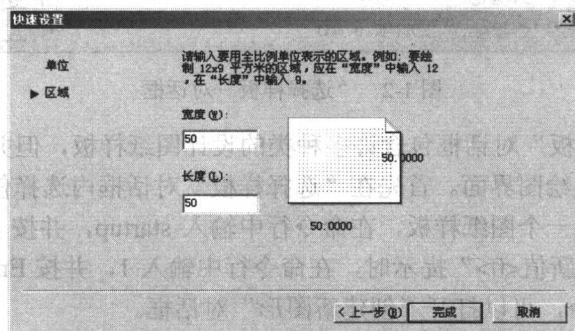

图 1-5 “区域”选项卡
⑤ 在“快速设置”对话框内，单击“下一步”按钮，打开“区域”选项卡，在该选项卡的“宽度”参数栏内输入 50，在“长度”参数栏内输入 50，设置页面的范围，如图 1-5 所示，单击“完成”按钮，进入设置完成的绘图页面。